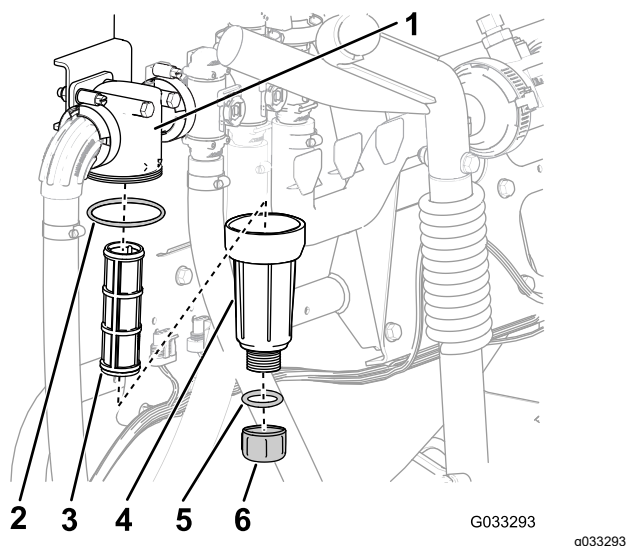

Figura 60
2. Alinhe um recipiente de escoamento debaixo do filtro de pressão (Figura 60).
3. Rode o tampão de drenagem no sentido contrário ao dos ponteiros do relógio e retire-o do recipiente do filtro de pressão (Figura 60).
4. Rode o recipiente no sentido contrário ao dos ponteiros do relógio e retire a cabeça do filtro (Figura 60).
5. Retire o elemento do filtro de pressão antigo (Figura 60).
6. Verifique o anel de retenção do tampão de drenagem (localizado no interior do recipiente) e o anel de retenção do recipiente (localizado no interior da cabeça do filtro) e veja se há danos e desgaste (Figura 60).
7. Instale o novo elemento do filtro de pressão na cabeça do filtro (Figura 60).
8. Instale o recipiente na cabeça do filtro apertando à mão (Figura 60).
9. Instale a tampa no depósito e aperte manualmente (Figura 60).